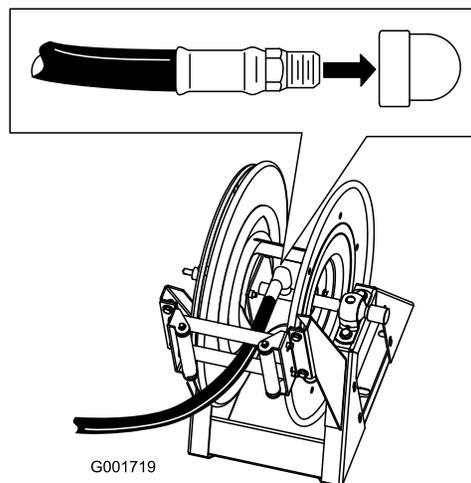

Figura 18
1. Aplique fita de Teflon em torno das estrias do encaixe na tubagem longa, e instale o encaixe no tubo de ligação da bobina (Figura 18).